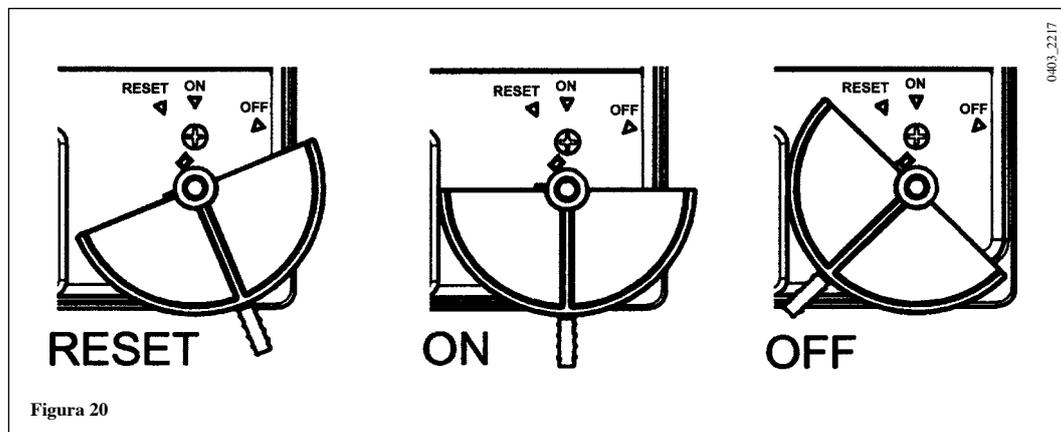

Figura 20
- 13) terminata la taratura, spegnere e riaccendere la caldaia posizionando il selettore di figura 20 prima su “OFF” poi su “ON”.
Questo dispositivo, il cui sensore è posizionato sulla mandata del riscaldamento, interrompe l'afflusso del gas al bruciatore in caso di surriscaldamento dell'acqua contenuta nel circuito primario. In queste condizioni la caldaia va in blocco e solo dopo aver rimosso la causa dell'intervento è possibile ripetere l'accensione posizionando per circa 1 secondo il selettore di figura 20 nella posizione RESET, oppure operando come descritto al paragrafo 6.
È necessario posizionare per circa 1 secondo il selettore di figura 20 in posizione RESET, oppure operando come descritto al capitolo 6.
- 7) per disabilitare la funzione "spazzacamino", spegnere e riaccendere la caldaia posizionando il selettore di *figura 20* prima su "OFF" poi su "ON".